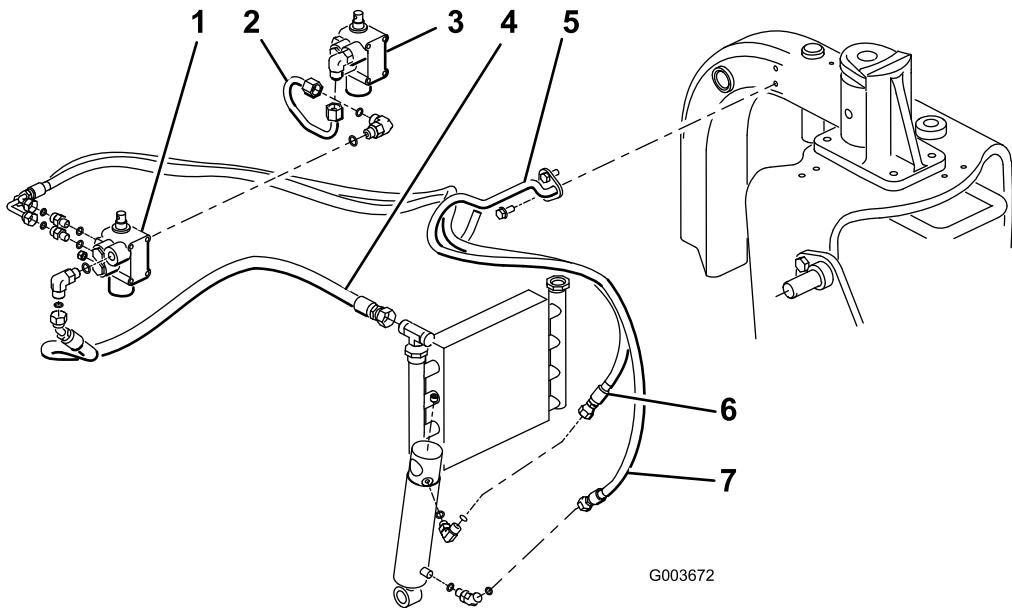

図 14
注 T油圧チューブをはずした時に流れ出るオイルの量をできるだけ少なくするために、交換用のホースを準備しておくか、オイル・クーラについているフィッティングにキャップをかぶせるとよい。キャップは、チューブ・アセンブリ（108-8447）についていた保護用のキャップを取り外して使用するといい（図 14）。
4. 新しいバルブの左側についている90° フィッティングと既存の昇降バルブのフィッティングとを、チューブ・アセンブリ（P/N 108-8447）で接続する（図 14）。
5. 油圧ホースについている45° フィッティング（P/N 108-8449）を、バルブ側の90° フィッティングに接続し、ホース側のストレート端を空になったオイル・クーラのフィッティングに接続する（図 14）。ホースの接続については、図 15と図 16を参照のこと。
6. タップねじ2本（(5/16 x 3/4 インチ））を使って、左側フレームのチューブにワイヤ・ホース・ホルダを取り付ける（図 14）。
7. 油圧ホースについている短い90° フィッティング（P/N 108-8453）を、バルブ後部の上有するストレート・フィッティングに接続する。ワイヤ・ホース・ホルダに油圧ホースを通し、ホースのストレート端を油圧シリンダの上側フィッティングに接続する（図 14）。ホースの接続については、図 15と図 16を参照のこと。
8. 油圧ホースについている長い90° フィッティング（P/N 108-8454）を、バルブ後部の下側にあるストレート・フィッティングに接続する。ワイヤ・ホース・ホルダに油圧ホースを通し、ホースのストレート端を油圧シリンダの下側フィッティングに接続する（図 14）。ホースの接続については、図 15と図 16を参照のこと。鋭利な部分、高温部、可動部などの近くにホースを配置しないよう注意すること。